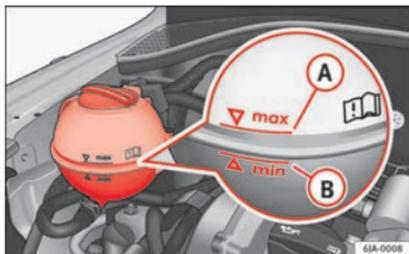

Fig. 208 Compartimento do motor: depósito do líquido de refrigeração.
- Verifique o nível do líquido de refrigeração no depósito de expansão do líquido de refrigeração »» **Fig. 208**. Com o motor frio, o nível de líquido de refrigeração deve estar entre as marcas **B** (mín.) e **A** (máx.). Com o motor quente, o nível pode ultrapassar também ligeiramente a marca **A** (máx.).
- Coloque um pano sobre a tampa do depósito de expansão do líquido de refrigeração »» **Fig. 208** e desenrosque o tampão com cuidado.
Não encha o depósito do líquido de refrigeração acima da marca **A** (máx.) »» **Fig. 208** O líquido de refrigeração excedente é expulso do sistema de refrigeração quando aquece, pela válvula de sobrepressão situada no tampão de encerramento do depósito de expansão do líquido de refrigeração. »»